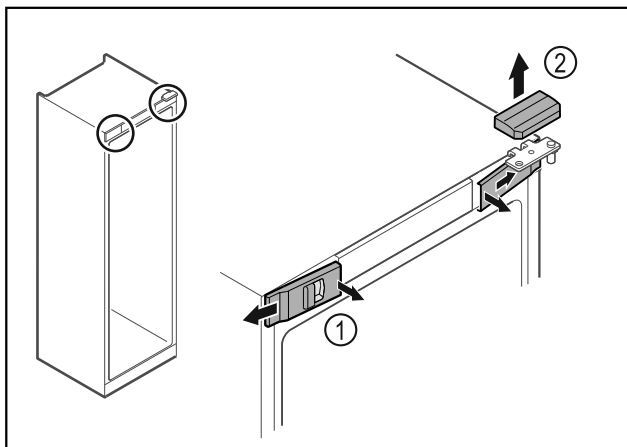

Fig. 7 *
- ▶ Atbrīvojiet priekšējos pārsegus Fig. 7 (1) iekšpusē un noņemiet uz sāniem.*
- ▶ Noņemiet augšējo pārsegu Fig. 7 (2) uz augšu.*